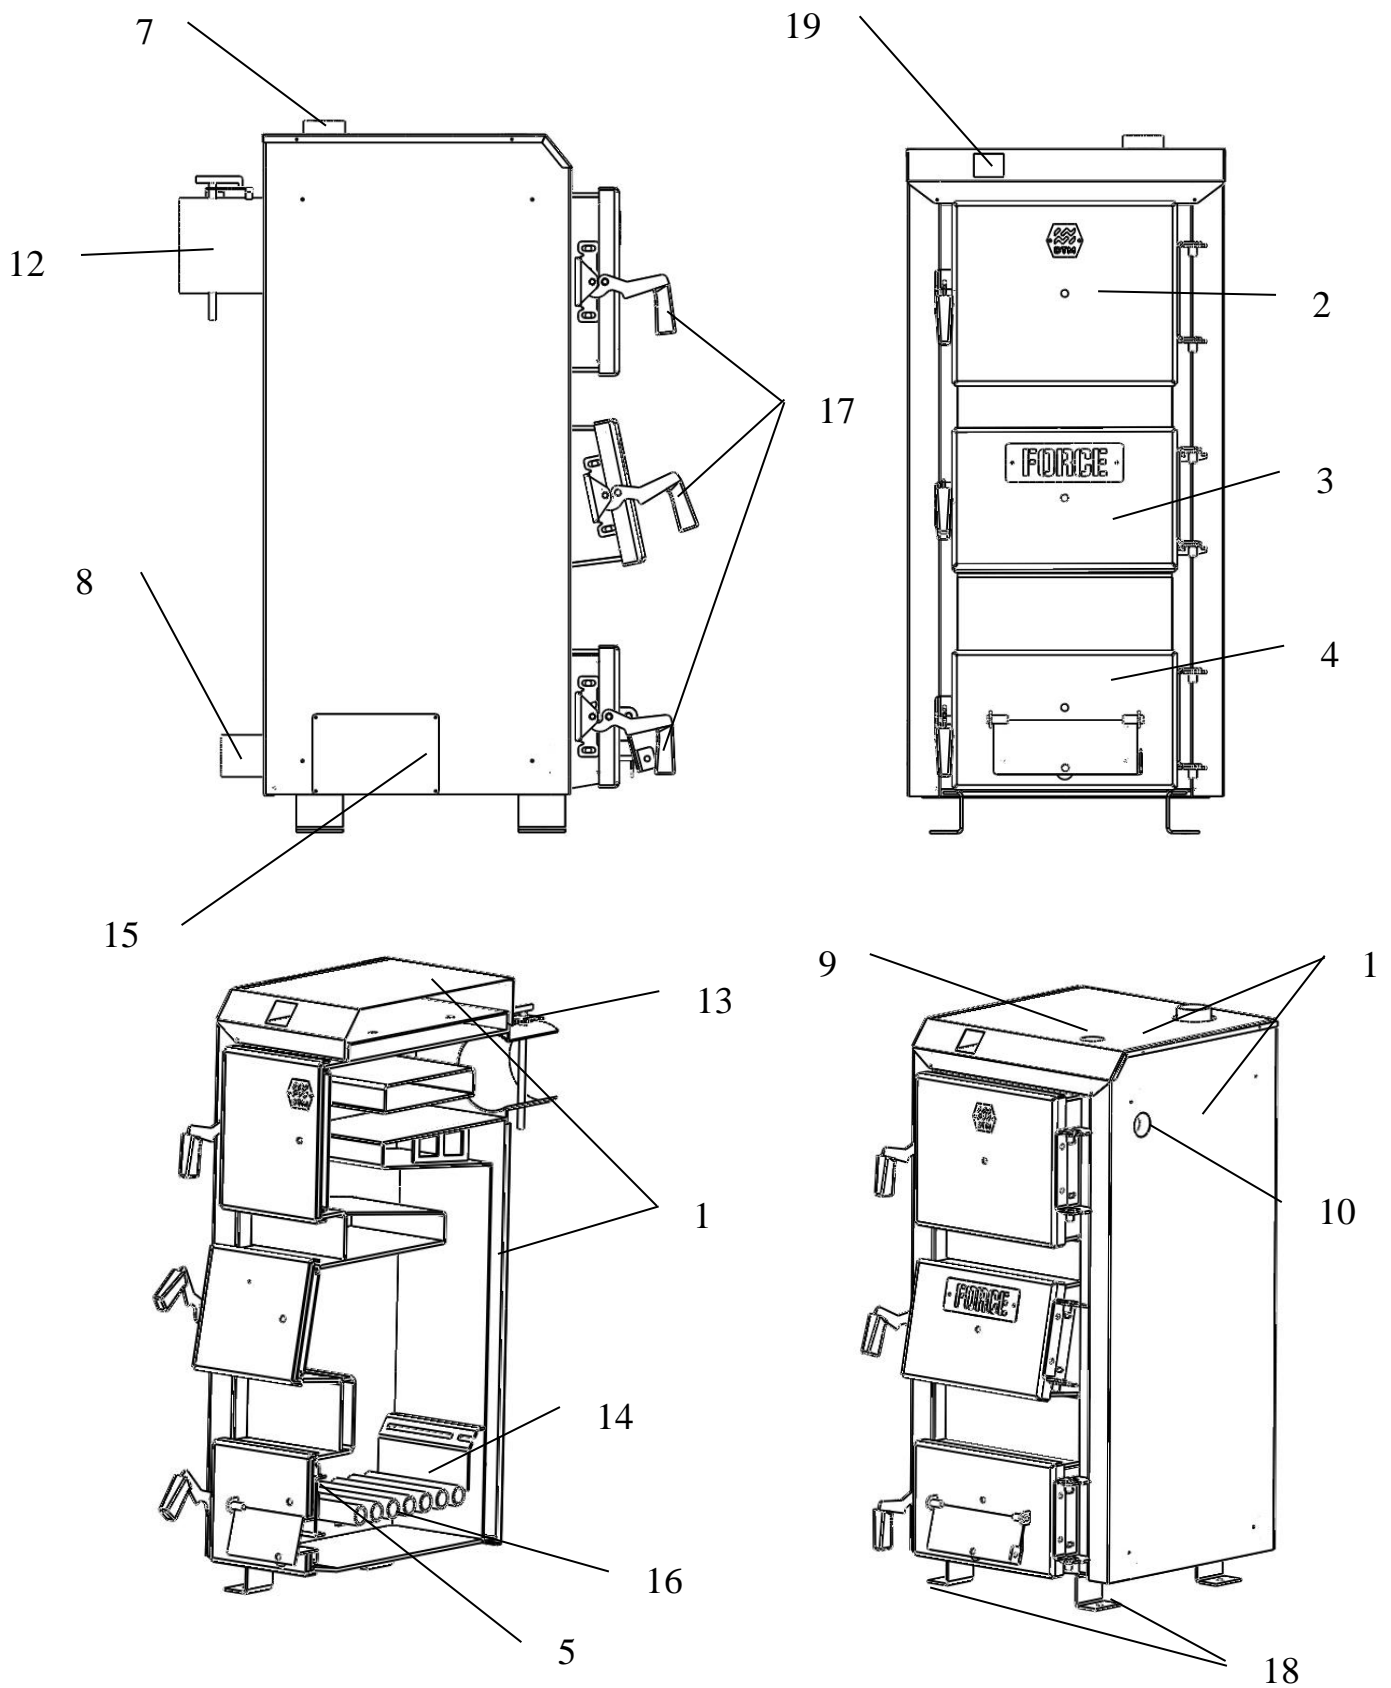

Рис. 1. Конструкція і основні вузли котла
- топку котла заповнити розпалювальним матеріалом і основним паливом в наступній послідовності: папір, тирсу, дрова викладають на колосникову решітку, зверху завантажуються шар (до 100 мм) основного палива фракційністю до 13 мм. Відкрити повністю шибер димоходу 13, повітряну заслону 6 і через дверцята топки 7 (рис.1) провести розпал котла, після чого їх закрити.